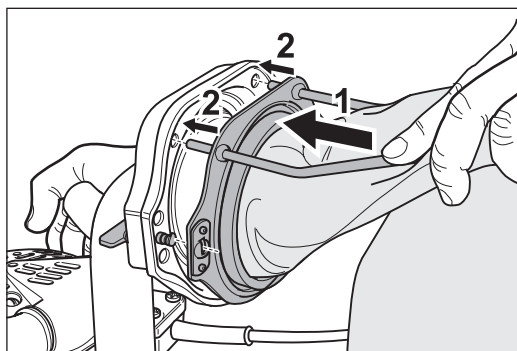

Abb. 5 Den Staubbeutel über den Aufnahme-Flansch schieben (1) und mit den beiden Metallzapfen fixieren (2).
- 5 Schieben Sie die Öffnung des Staubbeutels über den Aufnahme-Flansch am Ende des Rohrbogens (Abb. 5, 1). Fixieren Sie den Staubbeutel mit den beiden Metallzapfen (Abb. 5, 2).